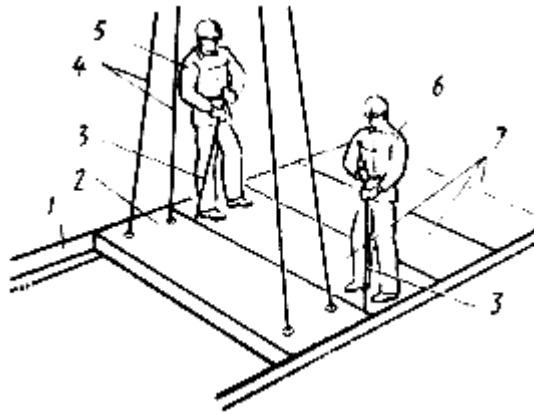

Рис.2.4. Выверка панели
6. Рабочий, выполняющий монтажные работы, старший в звене проверяет правильность установки панели 2 в плане и при необходимости совместно с рабочим, выполняющим монтажные работы, монтажными ломами 3 смещают ее (рис.2.4)